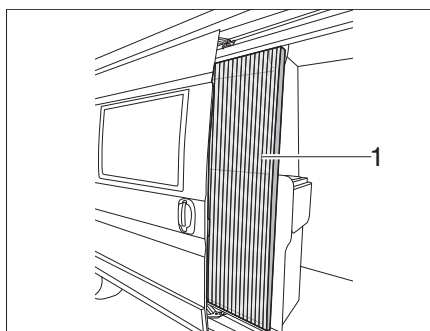

Fig. 21 Protezione contro gli insetti
- Estrarre completamente la protezione contro gli insetti dal listello (Fig. 21,1).
- Spingere indietro sul listello (Fig. 21,1) la protezione contro gli insetti fino a portarla nella posizione iniziale.